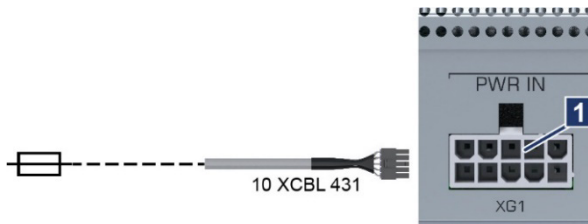

Abb. 6-9: Spannungsversorgung mit Vorsicherung für Blitzleuchten an XBC
2. Spannungsversorgungskabel 10 XCBL 431 am Blitzleuchtenmodul in die Buchse **YG1** (**PWR IN**) stecken (→ Abb. 6-9/1) und offenes Kabelende an den dafür vorgesehenen Klemmstellen auflegen (→ Kapitel 6.3.1, Seite 14). Darauf achten, dass der Stromkreis durch eine geeignete Vorsicherung vor Überlastung geschützt ist (→ Kapitel 4.3, Seite 10, Externe Vorsicherung).